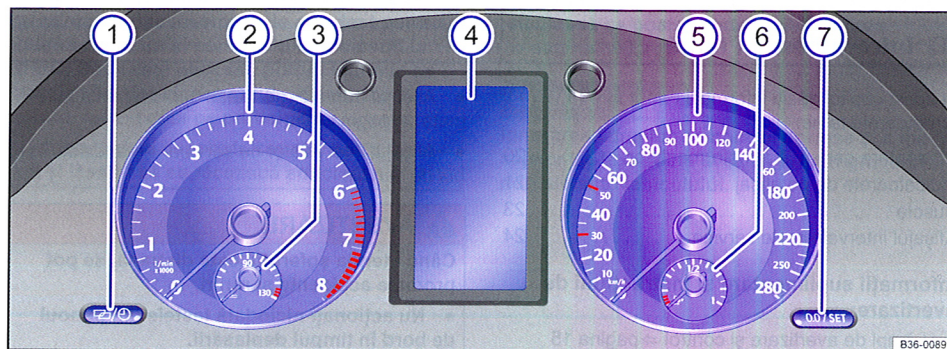

Fig. 11 Panoul de bord în planșa de bord.
Explicarea instrumentelor ⇒ fig. 11:
Pe afișajul panoului de bord ⇒ fig. 11 ④ pot fi afișate diverse informații, în funcție de echiparea autovehiculului:
Afișarea evenimentului de service se face pe afișajul din panoul de bord ⇒ fig. 11 (4).